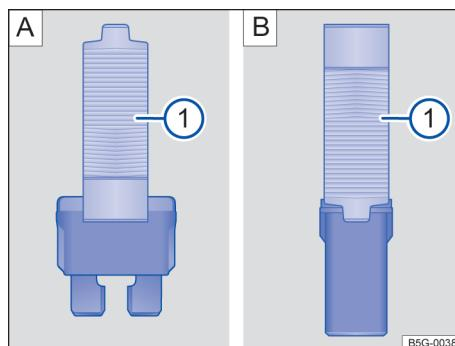

Fig. 179 Retirar ou colocar o fusível com a pinça de plástico: **A** fusível plano, **B** fusível de bloqueio.
- Se necessário, tirar a pinça de plástico da cobertura da caixa de fusíveis correspondente → Fig. 179 [1].
- Conforme o modelo de fusível, colocar um grampos adequado da pinça de plástico pela lateral sobre o fusível → Fig. 179 [A] 1 ou → Fig. 179 [B] 1.